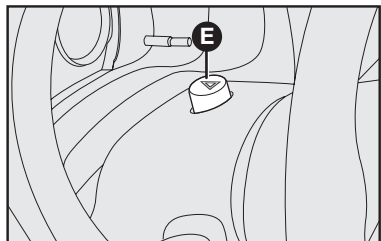

fig. 62
**Luces de emergencia - E-fig. 62** - se encienden apretando el botón **C**, independientemente de la posición de la llave de arranque.